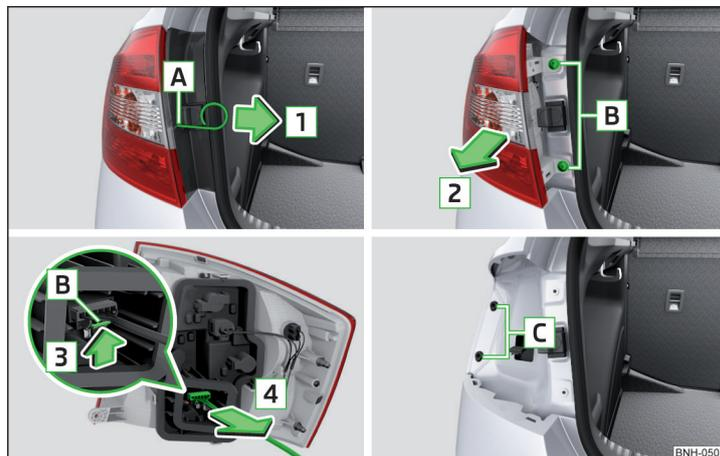
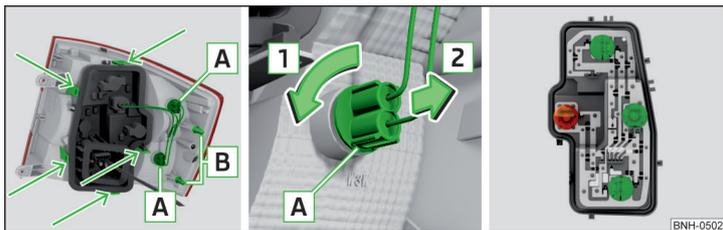

Fig. 195 Desmontar la lámpara / Quitar el conector
Fig. 196 Parte exterior de la lámpara / parte interior de la lámpara
- Introducir en la apertura [A] » fig. 195 el estribo para retirar los tapacubos integrales » pág. 168, *Equipo de herramientas a bordo*.
- Introducir la lámpara con la espiga [B] » fig. 196 de la pág. 190 en la toma [C] » fig. 195 en la carrocería.
- Girar el portafocos **A** » fig. 196 en el sentido de la flecha **1** y retirarlo en el sentido de la flecha **2** del portalámparas.
- Desbloquee el portalámparas en las áreas señaladas con las flechas » fig. 196 y extraiga el portalámparas de la luz.